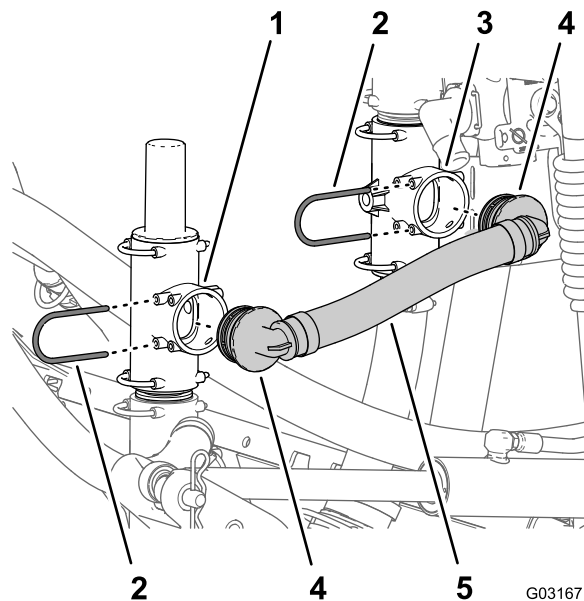

図 224
1. 圧力解放ホースアセンブリToro P/N 131-9647の90°フィッティングを、圧力解放バルブの空いているポートに整列させて90°フィッティングをT字フィッティングの奥まで完全に入れる 図 224。
2. 90° フィッティングを圧力解放バルブに固定する 図 224 ステップ1 マニホールドマウントに収納式ホースリールを取り付ける (ページ 79)で外したリテーナを使用する。
3. 圧力解放ホースアセンブリToro P/N 131-9647の90°フィッティングを、下側のT字フィッティングの空いているポートに整列させて90°フィッティングをT字フィッティングの奥まで完全に入れる 図 224。
4. 90° フィッティングを上側T字フィッティングに固定する 図 224 ステップ2 マニホールドマウントに収納式ホースリールを取り付ける (ページ 79)で外したリテーナを使用する。
5. バープ付き ストレートフィッティングを液剤シャットオフバルブに固定する 図 224 リテーナToro P/N 131-0235を使用する。